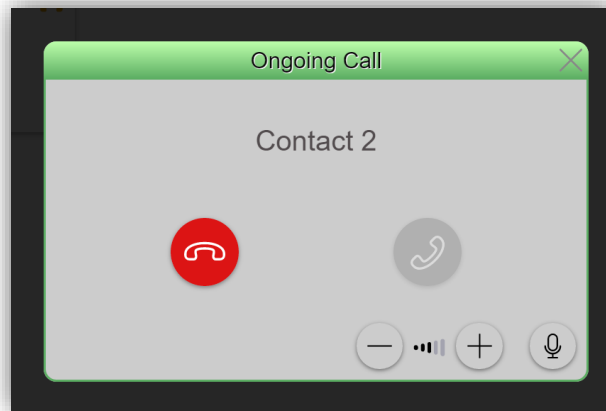

Figure 148. Appel interne en cours
- **Accepter appel** : il ouvre la fenêtre d'appel en cours (Figure 148).
Lorsqu'un appel interne entrant est accepté, la fenêtre de la Figure 148 apparaîtra.